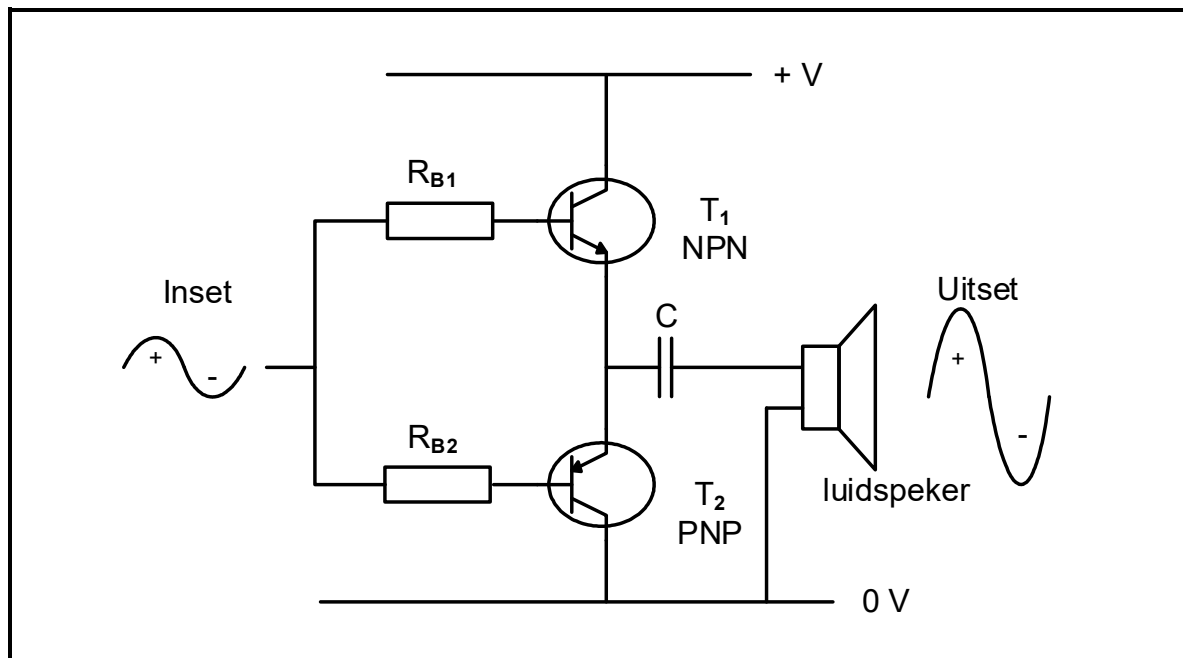

**FIGUUR 6.6: FREKWENSIEKROMME**
6.6 Verwys na FIGUUR 6.6 hieronder en beantwoord die vrae wat volg.
- 6.6.1 Identifiseer die frekwensiekromme in FIGUUR 6.6 hierbo. (1)
- 6.6.2 Noem die komponent wat die styging in resonansie veroorsaak waar  $Q = 2,0$  in FIGUUR 6.6 hierbo. (1)